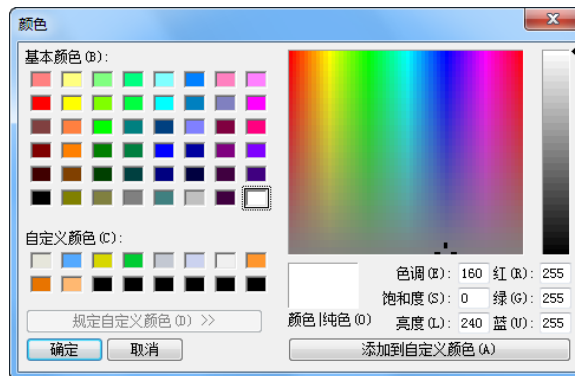

图 1-26 “颜色”对话框
3. 在右侧“系统颜色”一栏中选择“视区背景”，然后单击“编辑”按钮，此时系统弹出如图1-26所示的“颜色”对话框，在其中选择设置的颜色，然后单击“确定”按钮。可以使用该方式，设置其他选项的颜色。